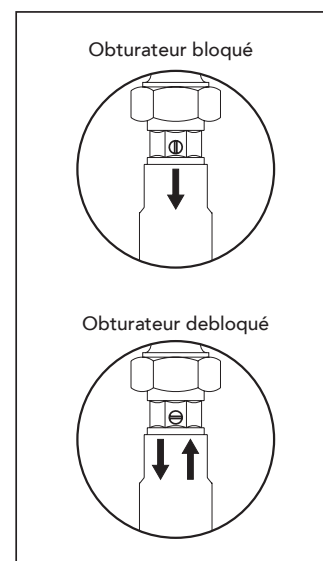

fig. 13b
- Pour vidanger complètement le circuit de chauffage, utiliser le robinet 193, fig. 16, après avoir débloqué les obturateurs des deux clapets anti-retour 194, fig. 16. (Voir aussi la fig. 13b.) Comme purgeur, utiliser ceux des radiateurs.